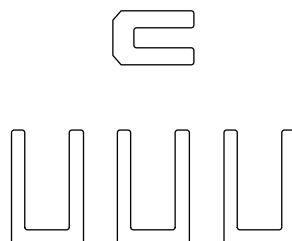

Figura C-1 Ligações em ponte Conext XW
- uma pequena ligação em ponte e três grandes ligações em ponte, incluídas no Inversor/carregador Conext XW+ (Consulte Figura C-1.)